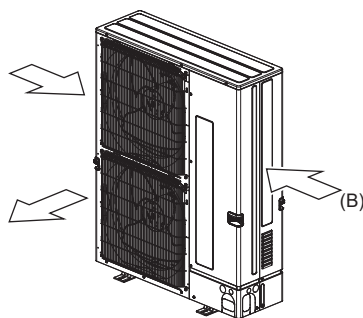

Fig. 2-6
(3) Posicione a unidade de forma a que o ar seja libertado perpendicularmente à direcção do vento, se possível. (Fig. 2-6)